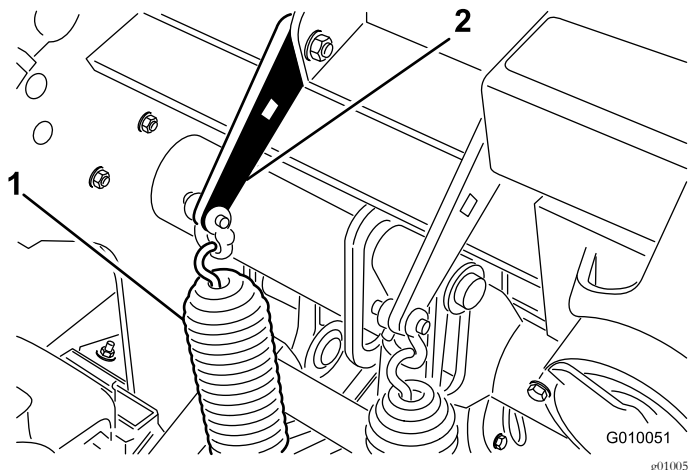

图36
1. 松开将弹簧支架固定到打孔头上的机架螺栓和螺母 图36。不要卸掉螺栓和螺母。